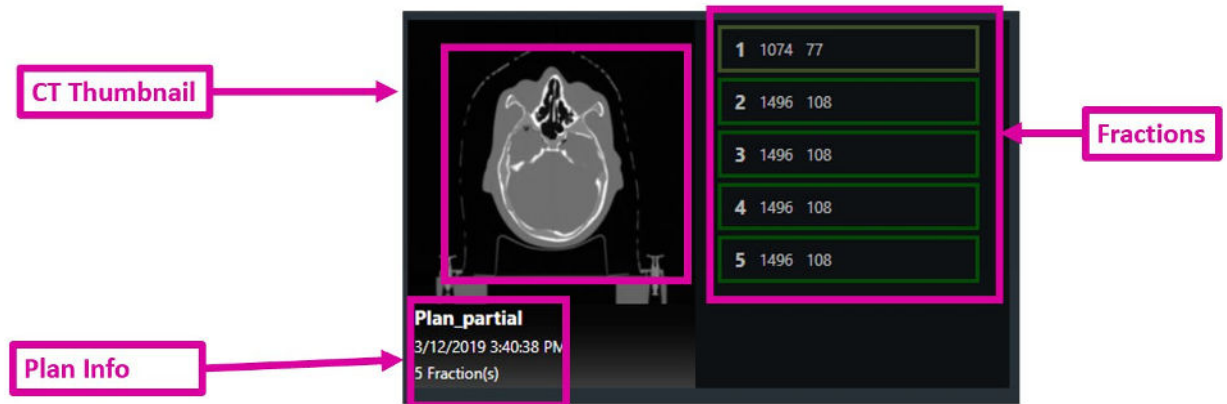

Figura 5.2.2 - Un piano visto da vicino
La figura 5.2.2 mostra un ingrandimento di uno di questi piani.
- **Frazione parziale:** si noti che la frazione 1 nella figura 5.2.2 ha un contorno verde più chiaro e che il numero di fasci è inferiore a quello delle altre frazioni. Questo indica che la frazione è stata erogata parzialmente e che è necessaria un'erogazione supplementare.